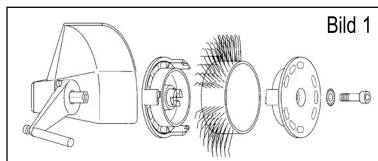
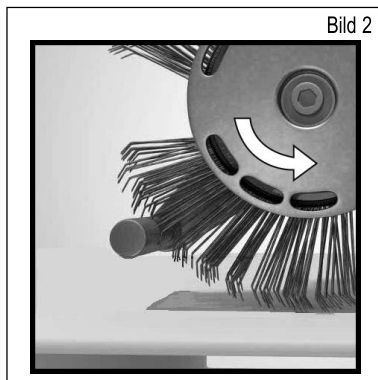

Bild 1
Bild 2
1. Avbryt strömförsörjningen och fäst sedan Bristle Blaster® blästerverktyg 23 mm på föreskrivet sätt i verktygsfästet (beakta löpriktning) med den här för avsedda solfjäderbrickan och skruven på elverket. **Se bild 1 och bild 2**
Roterar Bristle Blaster® blästerverktyget åt fel håll? – Vänd på blästerverktyget så att det roterar åt föreskrivet håll (se kapitel 5, Ta verktyget i drift, bild 2).